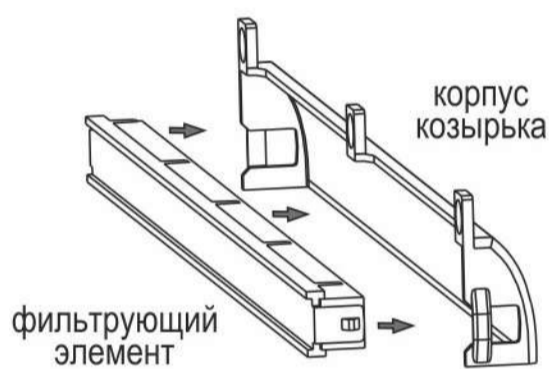

рис. 5
4. Установить фильтрующий элемент в корпус козырька (рис. 5, 6).